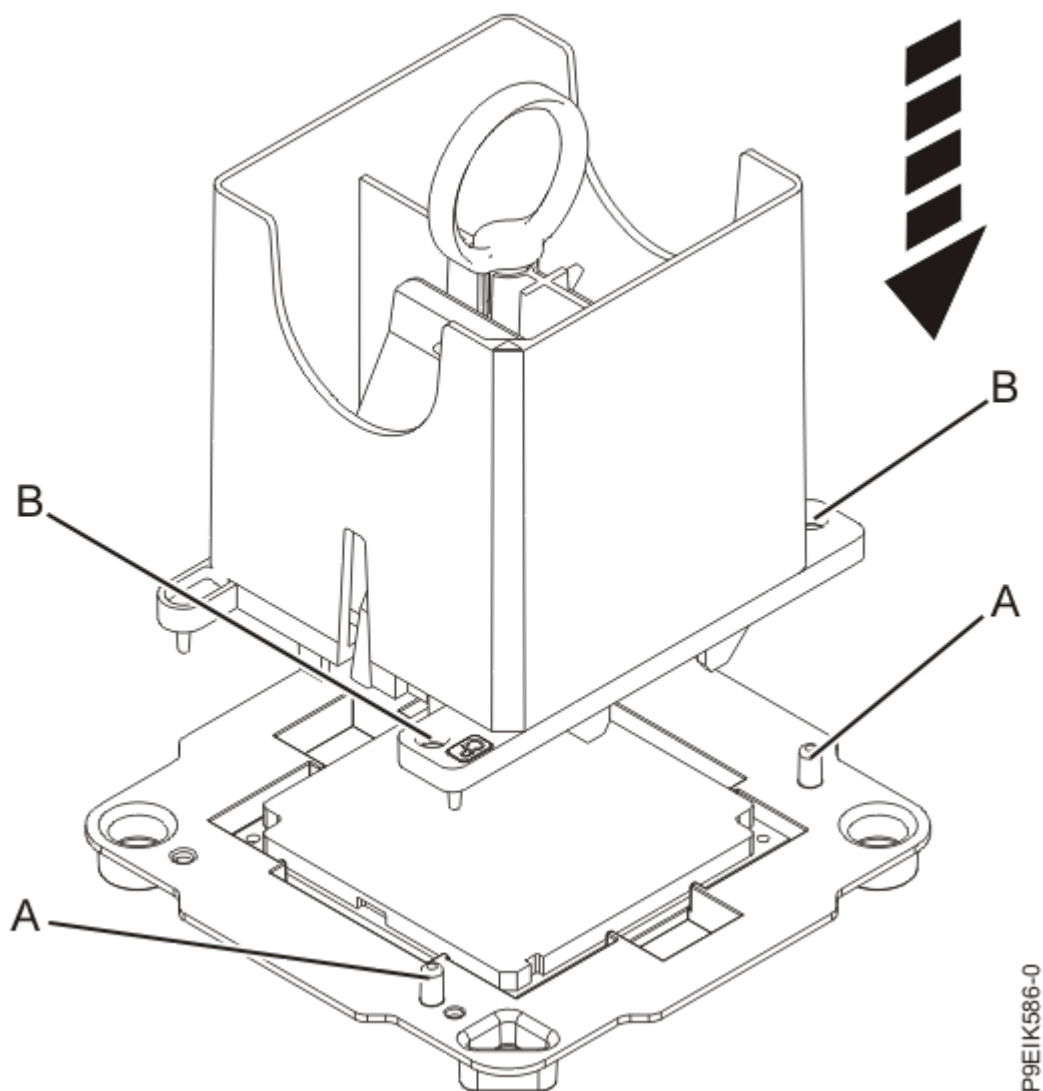

図 15. 取り外しツールをシステム・プロセッサ・モジュールの上に下ろす
- b) システム・プロセッサ・モジュール上にツールを下ろします (18 ページの図 15 を参照)。ツールの斜めになっている端がシステム・プロセッサ・モジュールの斜めになっている端に位置合わせされていることを確認します。2つのガイド・ピン (A) をツールの両側にある位置合わせ穴 (B) に差し込みます。